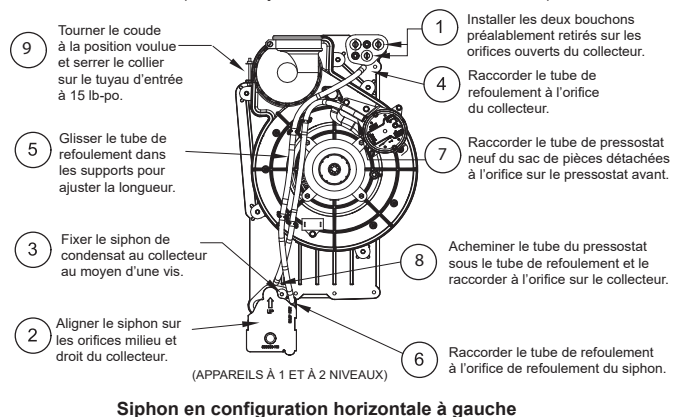

Fig. 11 – Configuration horizontale à gauche
Lorsque la chaudière est installée en configuration horizontale à droite, le siphon de condensat est initialement situé au fond du collecteur, comme reçu de l'usine. Consultez l'image du haut de la Fig. 10. Lorsque la chaudière est installée en configuration horizontale à gauche, le siphon de condensat est initialement situé au sommet du collecteur, comme reçu de l'usine. Consultez l'image du haut de la Fig. 11. Dans les deux cas, le siphon doit être repositionné sur le collecteur pour assurer un drainage adéquat du condensat. Consultez les images inférieures de la Fig. 10 et de la Fig. 11.
- La Fig. 11 illustre le siphon de condensat et la tuyauterie avant et après le repositionnement en position horizontale à gauche.